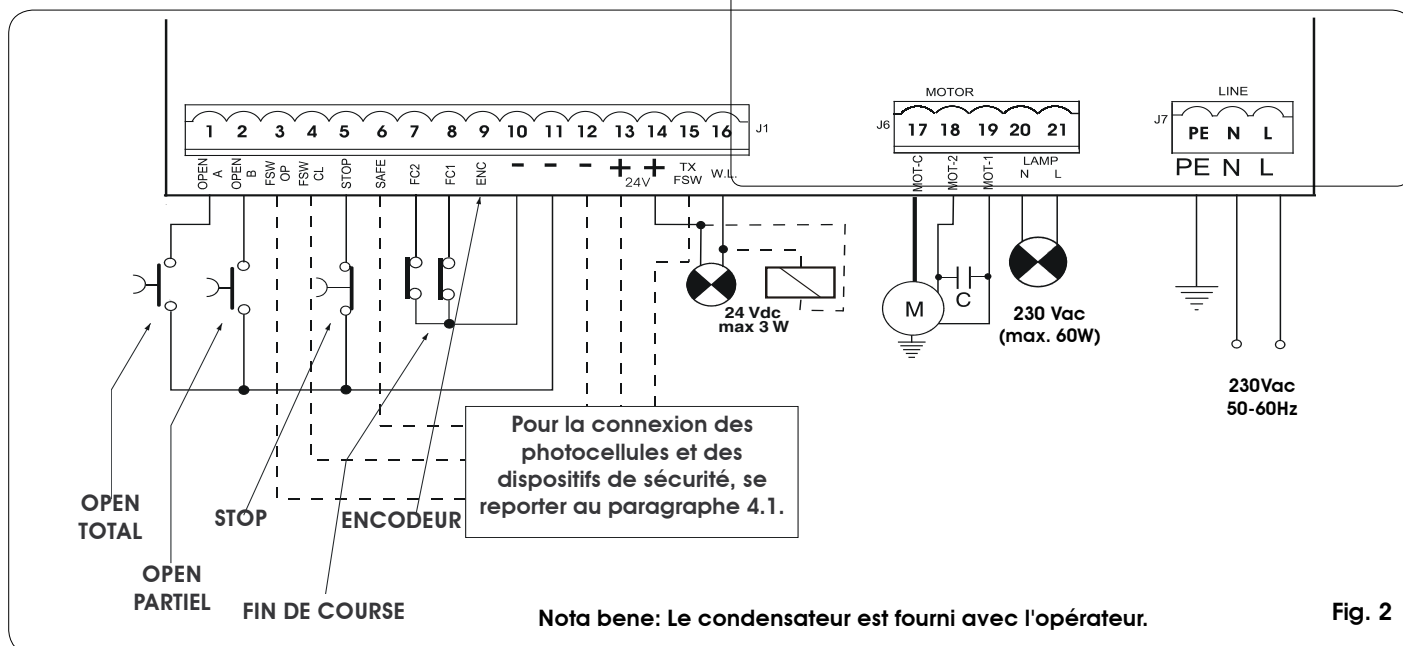

Fig. 2
| 4.2 BORNIER J7 - ALIMENTATION (FIG. 2).....                         | 6  |
| 4.3 BORNIER J6 - MOTEURS ET FEU CLIGNOTANT (FIG. 2).....            | 6  |
| 4.4 BORNIER J1 - ACCESSOIRES (FIG. 2).....                          | 6  |
- Connecter la terre à la borne spécifique prévue sur le connecteur J7 de l'armoire (voir fig.2).
#### 4.2 Bornier J7 - Alimentation (fig. 2)
#### 4.3 Bornier J6 - Moteurs et feu clignotant (fig. 2)
#### 4.4 Bornier J1 - Accessoires (fig. 2)
**(bornes 7 et 8):** La fonction des fins de course d'ouverture et de fermeture est de déterminer le point de référence pour l'arrêt ou le début du ralentissement (pré et post fin de course), ou pour le freinage de l'opérateur (voir programmation avancée Chap. 5.2.). Le dispositif de fin de course doit disposer d'un contact N.F. à connecter entre l'entrée (FC1 ou FC2) et la borne - de l'armoire (voir Fig. 2).